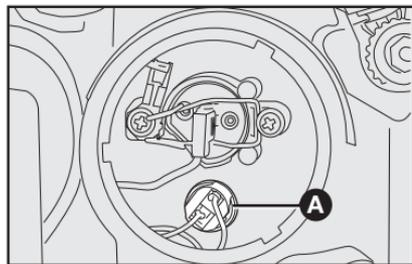

fig. 41
- 2) tirar del portalámpara **A-fig. 41** para quitarlo de su alojamiento;